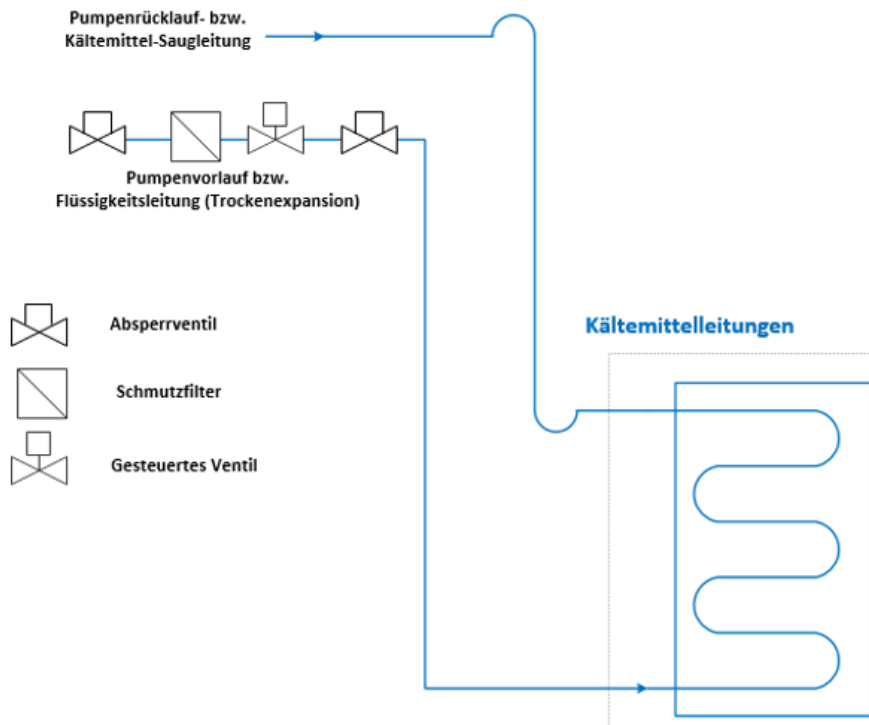

Abbildung 7: Sauggasverrohrung
- Kältemittel-Ventile müssen während des Abtauvorganges dichtend schließen → Filter vor jedem Magnetventil **notwendig** (Abbildung 7) Vorsicht vor eingeschlossener Flüssigkeit bei Absperrung der Ventile!
Sauggasverrohrung (Abbildung 7):
| S1-a | Temperatur am Sensor 1 muss ca. die Kühlraumtemperatur erreichen (bzw. deutlich über der Verdampfungstemperatur liegen), anderenfalls ist noch flüssiges Kältemittel im Verdampfer vorhanden | Ausgabe Fehlermeldung und Abschaltung → Quittierung darf nur vor Ort (nicht per Fernzugang) nach Kontrolle des Verdampfers erfolgen; weitere Maßnahmen: <ul style="list-style-type: none"> - Ventilatornachlauf verlängern - Ventil Kältemittelintritt auf Dichtheit prüfen - Ausführung Saugleitung prüfen, ggf. zurücklaufendes Kältemittel (Abbildung 7) |